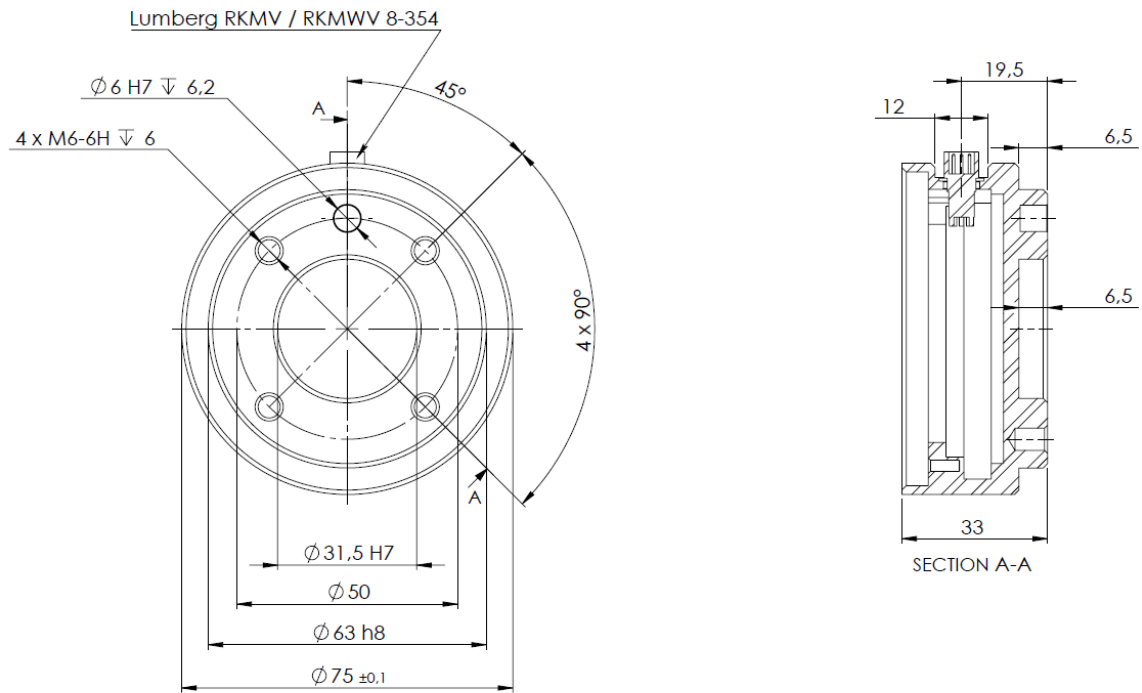

Figure 4.2: Фланец для подсоединения инструмента, ISO 9409-1-50-4-M6. В этом месте инструмент прикрепляется к наконечнику робота. Все измерения приведены в мм.
**Инструмент** Во фланце робота для подсоединения инструмента имеются четыре отверстия с резьбой М6 для установки инструмента робота. Момент затяжки болтов М6 составляет 9 Нм. Если требуется очень точное расположение инструмента, воспользуйтесь отверстием Ø6, установив в него штифт. На рис. 4.2 показаны точки, в которых требуется просверлить отверстия для установки винтов.